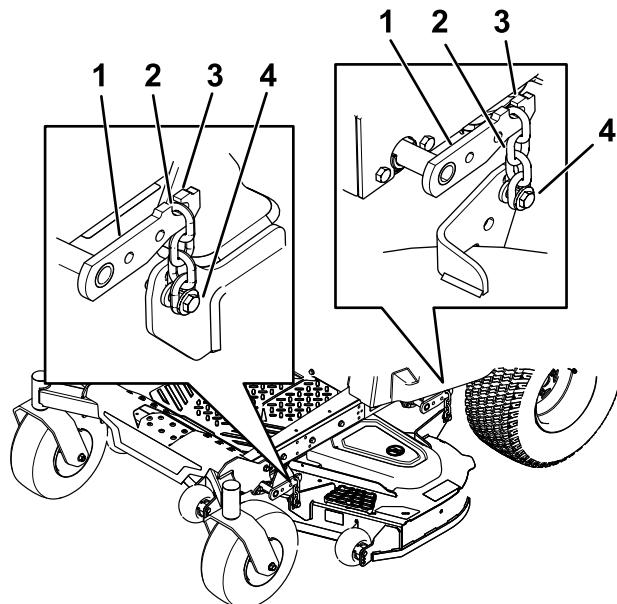

Figura 65
- Retire las cadenas de los ganchos de los brazos de elevación de la carcasa (Figura 65).
6. Eleve la parte trasera de la carcasa de corte y conecte las cadenas a los brazos de elevación traseros (Figura 65).
7. Conecte las cadenas delanteras a los brazos de elevación delanteros (Figura 65).